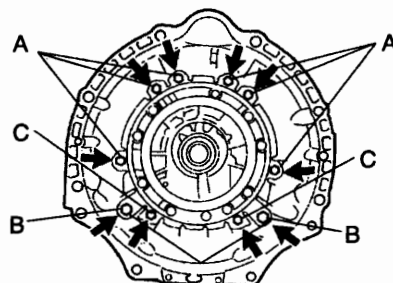

图 12-1-101
- (52) 安装自动变速器外罩。用无铅汽车清洁螺栓螺纹和壳体螺纹。如图 12-1-101 所示, 用 10 个螺栓安装变速器外罩。螺栓 A 的长度为 14mm, 拧紧力矩为 $34\text{N}\cdot\text{m}$; 螺栓 B 的长度为 17mm, 拧紧力矩为 $57\text{N}\cdot\text{m}$; 螺栓